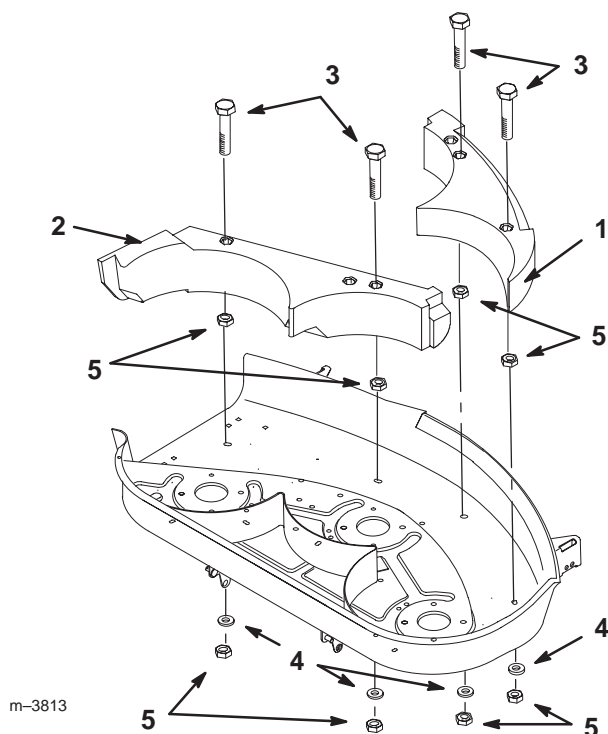

Figure 14
2. Montez le déflecteur gauche et le déflecteur droit dans la chambre de coupe de sorte que les pattes prolongées soient verrouillées ensemble. Fixez-les avec 4 contre-écrous (5/16") et 4 rondelles de blocage (Fig. 14).